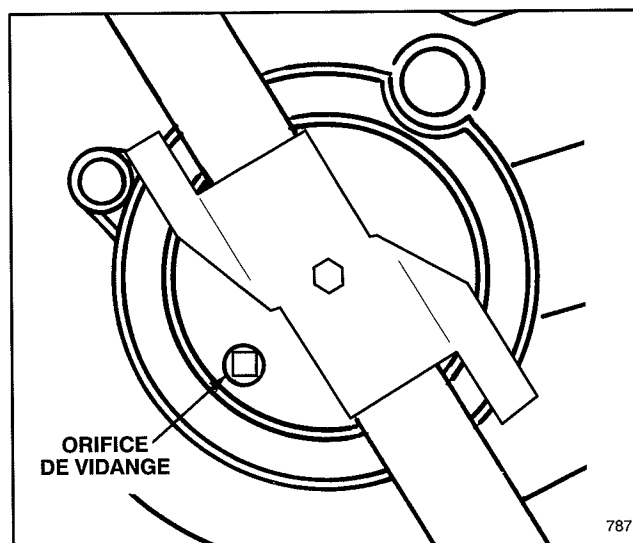

Figure 14
3. Basculer la tondeuse sur le côté gauche. Retirez le bouchon de vidange du dessous de la tondeuse à l'aide d'une clé à douille de 3/8 po. (Fig. 14). Placer un bac de vidange sous la tondeuse.